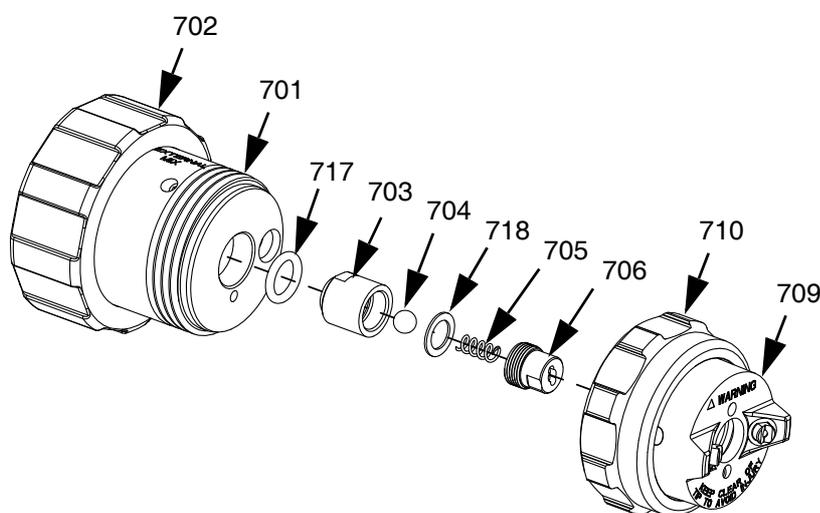

FIG. 19
2. Rimuovere l'anello di sicurezza (710) e il gruppo del cappello di polverizzazione (709) dalla testa (701).
3. Rimuovere il gruppo della valvola di ritegno (703).
4. Utilizzare due chiavi sulle sezioni piatte della tenuta (703) e sul cappuccio (706) della valvola di ritegno per rimuovere il cappuccio. La molla (705) e la sfera (704) cadranno alla rimozione del cappuccio.
5. Rimuovere e ispezionare l'o-ring (717) e la rondella (718). Sostituire in caso di usura o danni.
6. Lubrificare l'o-ring e installarlo sul gruppo della valvola di ritegno (703).
7. Installare la rondella (718), la sfera (704) e la molla (705) nella tenuta della valvola di ritegno (703), quindi installare il cappuccio della valvola di ritegno (706) sulla tenuta della valvola di ritegno serrando a mano.
8. Utilizzare due chiavi sulle sezioni piatte della tenuta (703) e sul cappuccio della valvola di ritegno (706) per serrare il cappuccio della valvola di ritegno sulla tenuta di quest'ultima alla coppia di 2,6-3,1 N•m (23-27 in-lb).
9. Installare il gruppo valvola di ritegno sulla testa. Vedere la FIG. 19 per l'orientamento del gruppo.
10. Installare il cappello di polverizzazione sulla testa, quindi serrare l'anello di sicurezza (710).